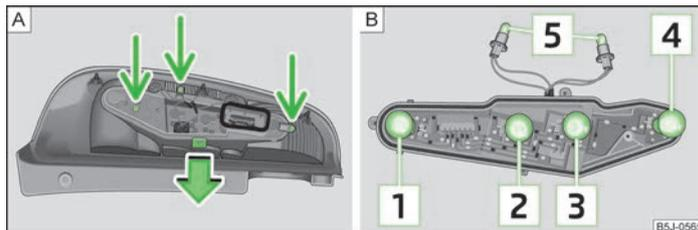

Abb. 152 Leuchtenmittelteil ausbauen / Glühlampenanzordnung
Glühlampenanzordnung in der Rückleuchte » Abb. 152.
- Um die Glühlampen zu erreichen, den Leuchtenmittelteil abschrauben und die Verrastung abdrücken » Abb. 152 - [A].
- Die defekte Glühlampe [1], [2], [3] oder [4] » Abb. 152 aus der Fassung herausnehmen und eine neue Glühlampe einsetzen.